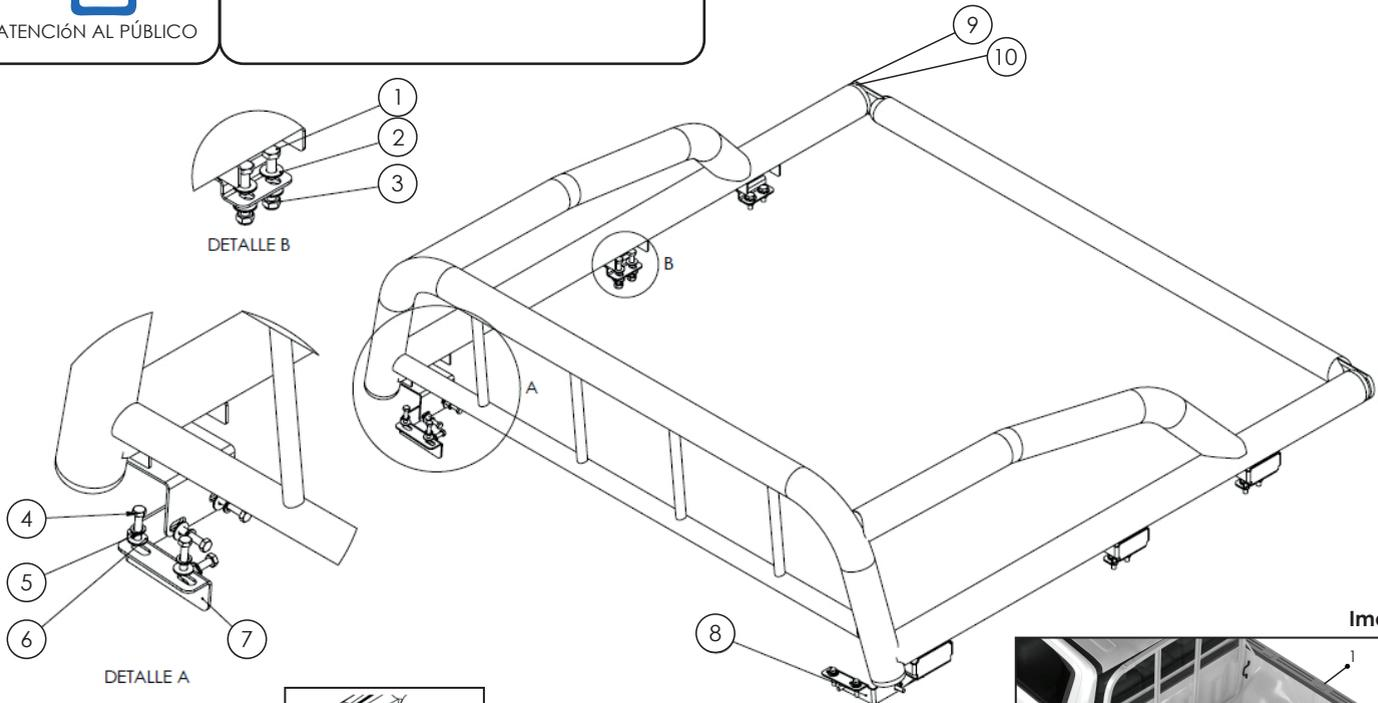

Imagen 1
- 1.- Retire las 4 tapas de anclajes del cobertor plástico de la camioneta en ambos lados (Ver imagen 1).